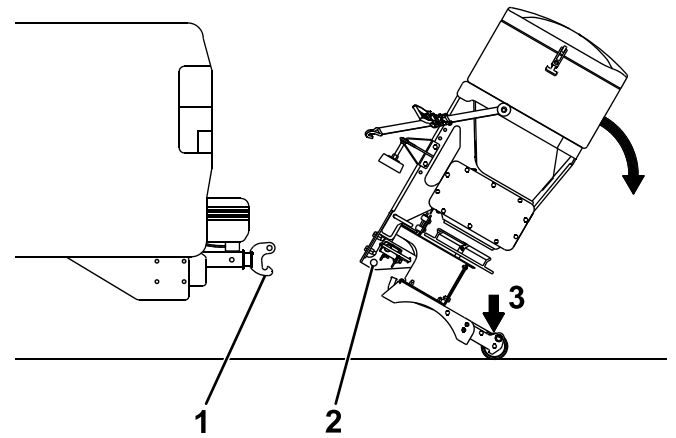

Figura 25
- Incline el esparcidor hacia abajo para liberar el pasador superior del acoplamiento RT3 (Figura 25).
- Sujete firmemente el esparcidor y pise sobre el conjunto de la pata para hacerlo rotar hacia atrás, hasta que el pasador inferior del acoplamiento RT3 salga del gancho del enganche RT3 (Figura 25).